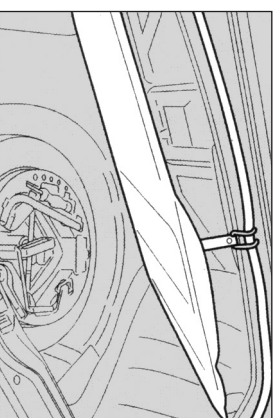

fig. 1a
- ridicați capacul rigid și prindeți-l ca în figură. (fig.1a)